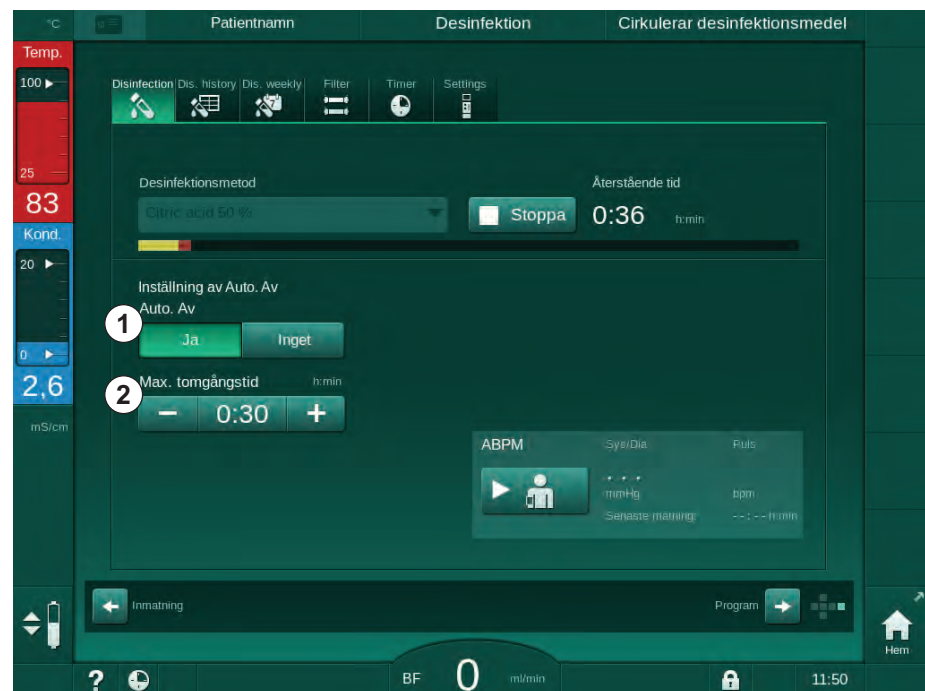

Bild 7-16 Pågående desinfektion - *Automatisk avstängning* aktiverad
När man har valt desinfektionsskärm visas förinställningen för *Auto Av (Ja* eller *Inget* samt maximal tomgångstid om *Ja*) anges. Inställningen för funktionen kan ändras när som helst före eller efter det att desinfektionen har startats genom att man trycker på *Auto Av, Ja* eller *Inget* (Bild 7-16, ①).